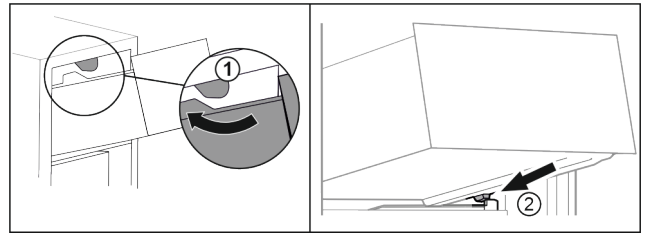

Fig. 65
- ▶ Прокарайте чекмеджето около горните ограничители. Fig. 65 (1)
- ▶ Поставете чекмеджето под ъгъл зад долните ограничители върху реброто на съда. Fig. 65 (2)